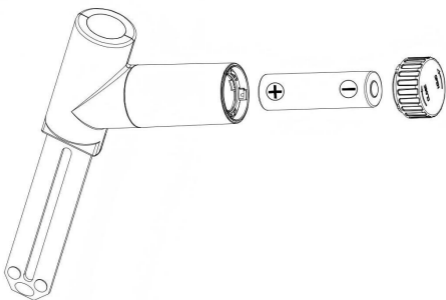

Abb. 4
1. Legen Sie eine AA-Batterie wie in Abbildung 4 gezeigt in das Batteriefach ein.